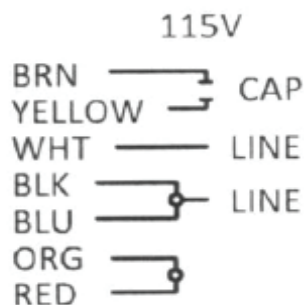

Figure 72. Schéma de câblage du compresseur d'air
- d. Branchez le câblage électrique au compresseur de remplacement conformément à la **Figure 72**—assurez-vous que des bagues anti-court-circuit (2) sont utilisées pour protéger le câblage :
- (1) Retirez le support en plastique du condensateur et coupez les fils noir, vert, orange et rouge de manière à ce qu'il reste environ 6 pouces de chaque côté, puis dénudez les extrémités des fils.
- (2) Connectez les fils rouge et orange ensemble à l'aide d'un écrou à sertir (6).
- (3) Connectez ensemble le fil noir, le fil bleu et le fil noir de 48 pouces de long (3) à l'aide d'un écrou à sertir (6).
- (4) Si les fils blancs et verts ne sont pas assez longs, coupez-les et sertissez-les ensemble avec des fils plus longs (4 et 5).
- (5) Coupez le câble BX (8) à la longueur appropriée.
- (6) Installez le connecteur BX (7, incliné ou droit au besoin) sur le support du condensateur, tirez les fils noir, blanc et vert à travers le connecteur et branchez le câble BX (8).